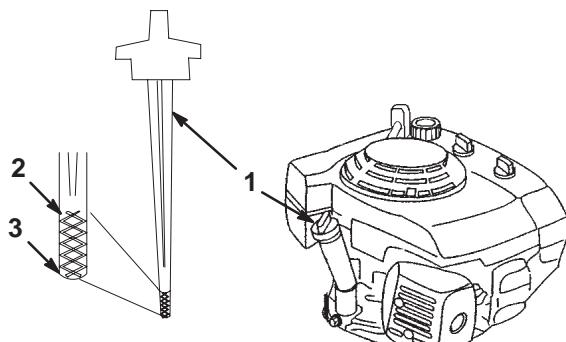

Bild 6
Stellen Sie vor jedem Einsatz sicher, dass der Ölstand zwischen den unteren und oberen Markierungen am Ölpeilstab liegt (Bild 6).
- Reinigen Sie den Bereich um den Peilstab (Bild 6).
- Lesen Sie den Ölstand am Peilstab ab (Bild 6).
- Wenn der Ölstand unter der unteren Füllstandsmarke am Ölpeilstab ist, nehmen Sie den Peilstab heraus und gießen Sie nur so viel Öl **langsam** in den Einfüllstutzen, bis der Ölstand die obere Füllstandsmarke am Peilstab erreicht (Bild 6).